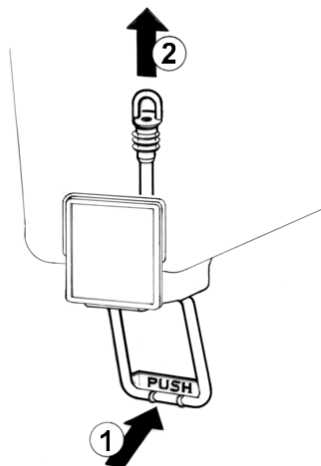

figura 3
**5 Grifo con tubo de goma:** empujar la palanca mando grifo (1) y sacar (2) el tubo goma de salida desde su situación vertical en el fondo del contenedor (ver figura 3).